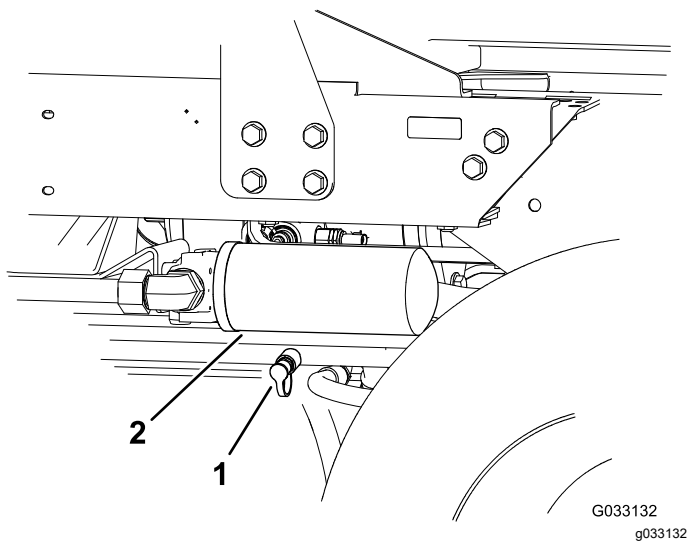

Figura 63
2. Collegate un flessibile idraulico tra il raccordo diagnostico montato sul collettore della trazione posteriore e il foro diagnostico della pressione della trazione in retromarcia (Figura 63).